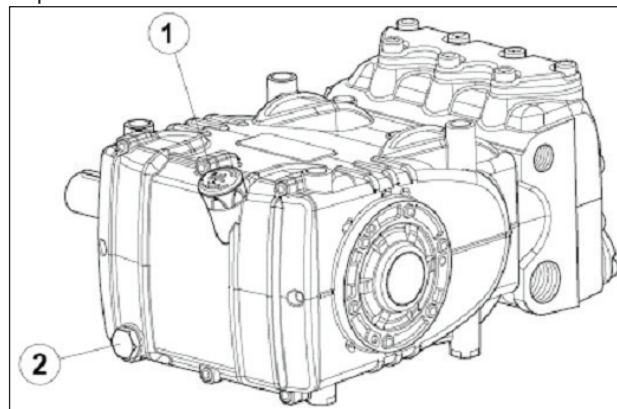

Fig. 3
Da haste do nível do óleo pos. ①, Fig. 3.
O controle correto do nível do óleo é realizado com a bomba em temperatura ambiente, a troca do óleo é executada com bomba em temperatura de trabalho, removendo: a haste do nível do óleo pos. ① e, em seguida, o tampão pos. ②, Fig. 3. O controle do óleo e da troca são efetuados conforme indicados na tabela da Fig. 14, capítulo 11.